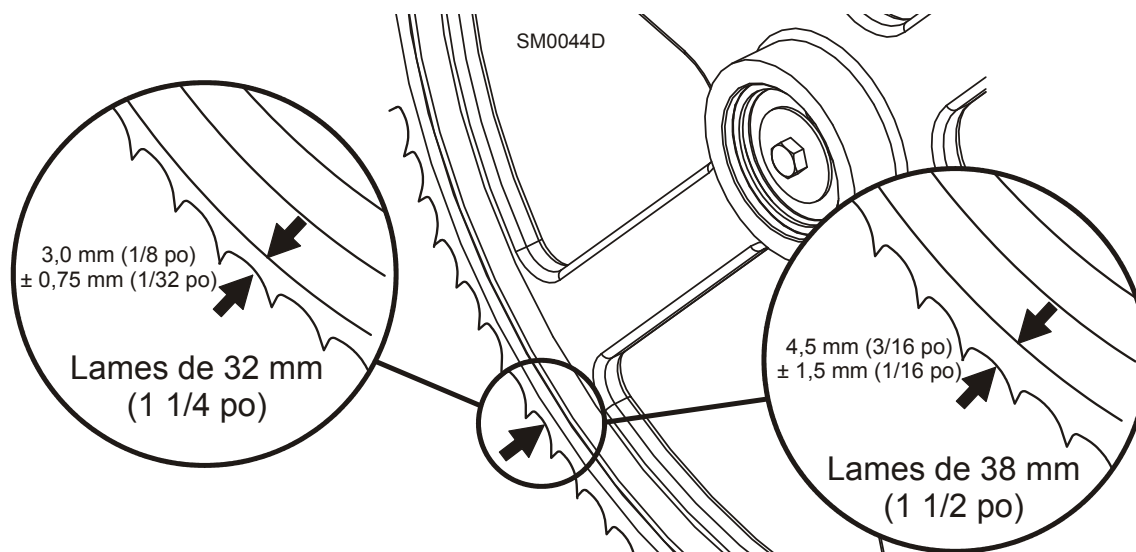

FIG. 7-20
**Voir Figure 7-20.** L'inclinaison horizontale du volant de la lame doit être réglée de manière que le gosier d'une lame de 1-1/4" (31mm) soit de 1/8" (3 mm) en dehors du bord avant du volant ( $\pm 1/16$  [1.5 mm]). Le gosier d'une lame de 1-1/2" (1,5 mm) doit être de 3/16" (4,5mm) en dehors du bord avant du volant ( $\pm 1/16$  [1.5 mm]). Ne laissez pas les dents sur les volants.